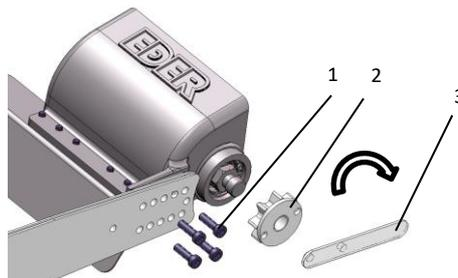

Abb. 2: Befestigung des Schälkopfes am Träger
- > Schrauben Sie den jeweiligen Kopf mit den 4 M6x20 Schrauben fest (**1** – Abb. 2). Kontrollieren Sie die Schrauben regelmäßig auf festen Sitz. Der jeweilige Kopf kann je nach Motorsägenmodell in verschiedenen Positionen angeschraubt werden. Die richtige Anschraubposition ergibt sich dadurch, dass die Antriebskette ausreichend gespannt und auch nachgespannt werden kann.
- > Schrauben Sie das Antriebsritzel auf das Gehäuse (**2** – Abb.2) und ziehen Sie das Antriebsritzel mit dem Zapfenschlüssel (**3** – Abb.2) fest.